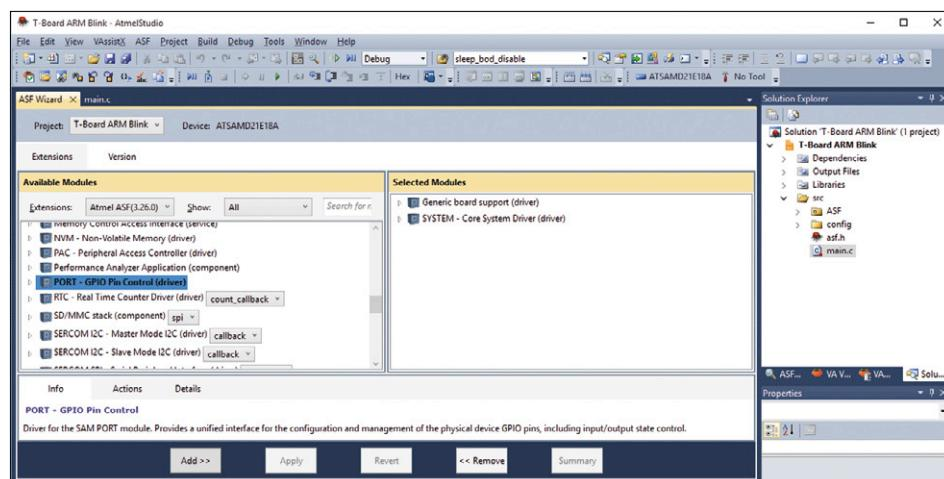

Figure 6. Ajout du pilote PORT.
5. La fenêtre qui s'ouvre (fig. 6) affiche à gauche les modules disponibles, à droite les modules sélectionnés. Faites défiler les modules disponibles jusqu'à *PORT - GPIO Pin Control (driver)*, sélectionnez-le, puis cliquez sur *Add* et *Apply*. Le pilote *PORT* fait maintenant partie du projet.